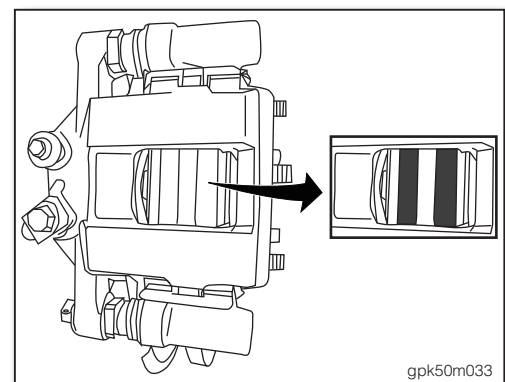

图41
- 从后制动钳总成的检查孔检查前制动刹车片的厚度(如图41)。